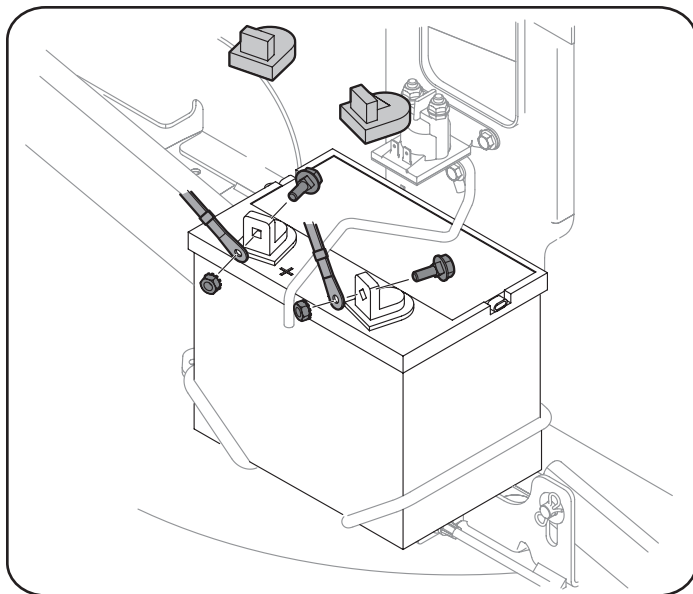

Figura 15
3. Retire la cubierta plástica, si es que está presente, del borne negativo de la batería y una el cable negro al borne negativo de la batería (-) con el otro perno y tuerca hexagonal usando la llave de 7/16 pulgadas y la llave de cubo. Vea la Figura 15.
- Si el nivel está bajo, agregue aceite lentamente hasta que la medición esté en el límite superior de la varilla de medición. Vea el recuadro de la Figura 15.